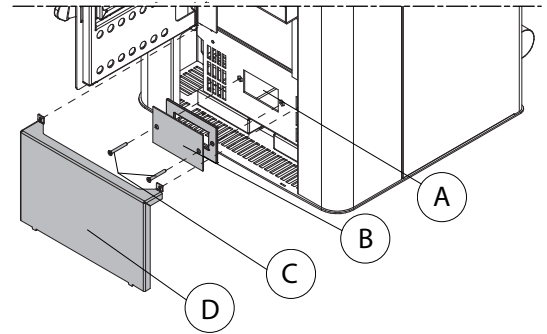
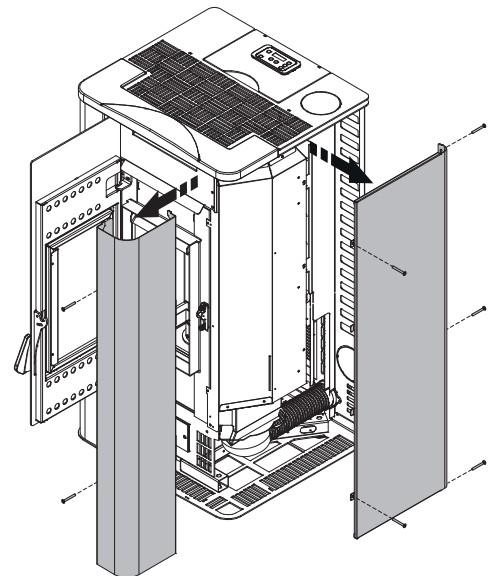
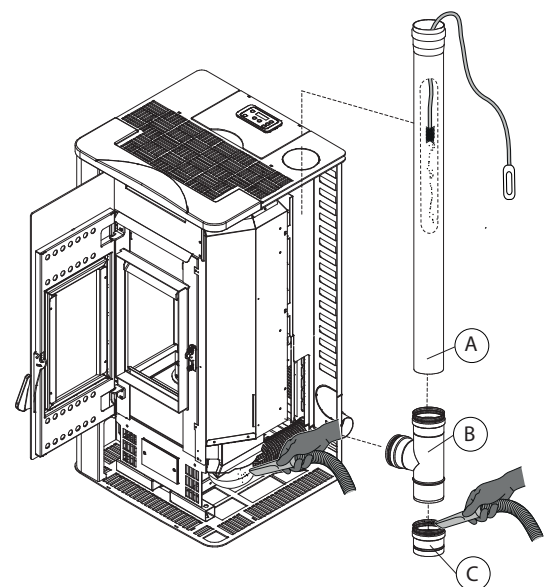

Fig. 6.1.2
Fig. 6.1.3a
Fig. 6.1.3b
- para un acceso fácil al ventilador (A) basta con remover la tapa (D), el tapón (B) con la guarnición relativa, actuando en los dos tornillos (C) (Fig. 6.1.2).
Se recomienda efectuar la limpieza con la estufa apagada y fría. Cada 500 kg de pellet quemado, es necesario eliminar los residuos que se han acumulado en el compartimento de evacuación de humos. Remover la tapa (D) (Fig. 6.1.2). Quitar los tornillos de fijación del costado izquierdo (Fig. 6.1.3a). Desmontar el tubo de humos (A), el empalme de humos en forma de T (B) y el tapón (C) (Fig. 6.1.3b). Utilizar un cepillo con correa flexible para limpiar el tubo de humos. Finalizar la limpieza aspirando, con un aspirador de cenizas específico, los residuos de ceniza presentes en el tapón y en el ventilador. Una vez finalizada la limpieza, volver a montar los componentes del conducto de evacuación de humos y el costado.